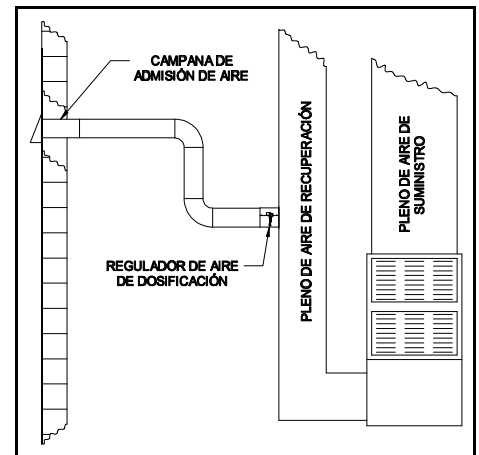

Figura 3
4. Conecte 6 " conducto de la flexión o tubería del conducto del estándar 6 " de la capilla del producto con el apagador medidor del aire. Sujete y utilice la tubería, así que el ningún filtrar del apagador medidor del aire existe. (Ver Figura 3)